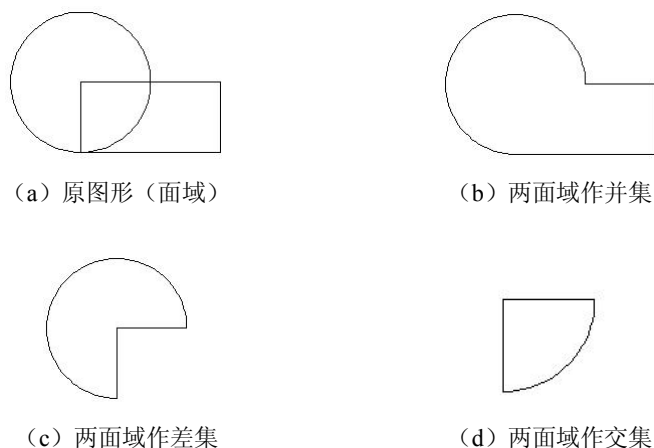

图 2-64 图形的布尔运算
(7) 布尔运算。布尔运算包含三种操作：并集、交集、差集，对二维图形进行布尔运算之前需要先对图形对象创建面域，而对三维对象的布尔运算则不需要创建面域，如图 2-64 所示。